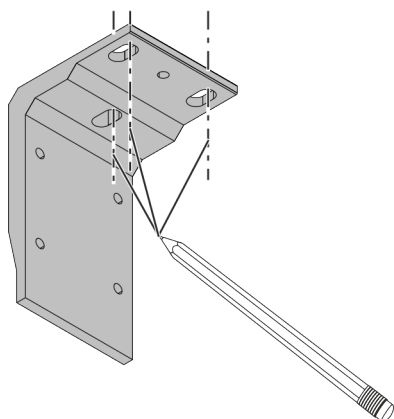

Abb. 14: Löcher übertragen
2. ➔ Löcher der Deckenkonsole übertragen (Abb. 14).